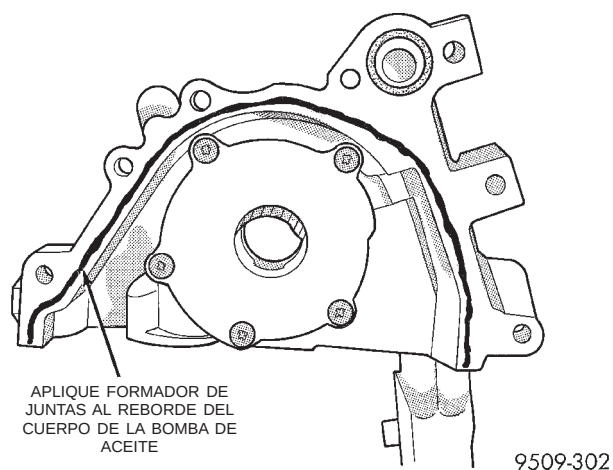

Fig. 87 Sellado de la bomba de aceite
(1) Asegúrese de que todas las superficies estén limpias y sin aceite ni suciedad.
(2) Aplique formador de juntas de Mopar®, Mopar® Gasket Maker, en la bomba de aceite, tal como se muestra en la (Fig. 87). Instale el anillo de aceite en el conducto de descarga del cuerpo de la bomba de aceite.
(3) Ceba la bomba de aceite antes de la instalación.
(4) Alinee las superficies planas del rotor de la bomba de aceite con las superficies planas del cigüeñal cuando instale la bomba de aceite en el bloque.